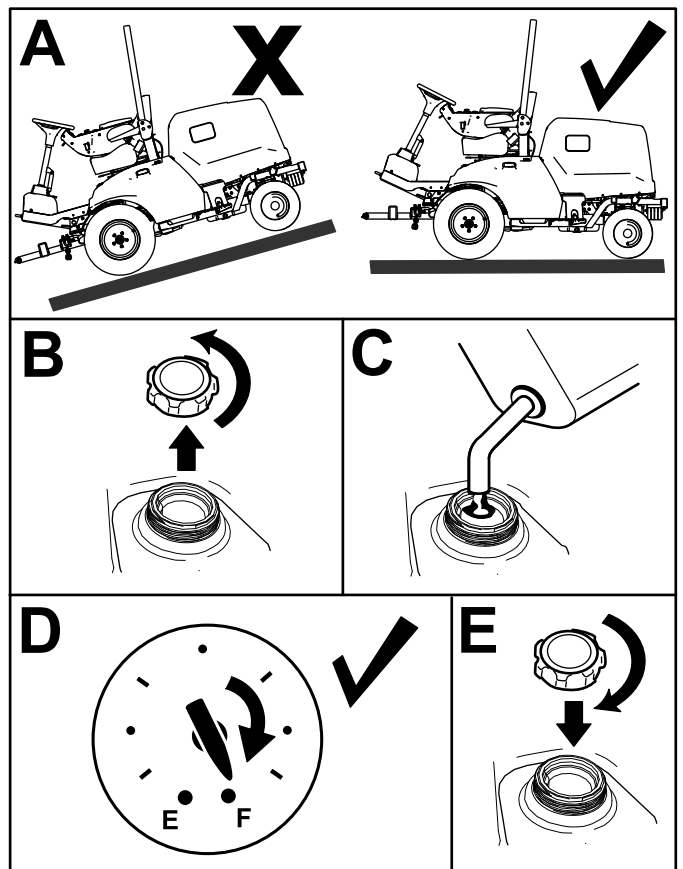

Bild 28
1. Parken Sie die Maschine auf einer ebenen Fläche (Bild 28), aktivieren Sie die Feststellbremse, stellen den Motor ab und ziehen den Schlüssel ab.